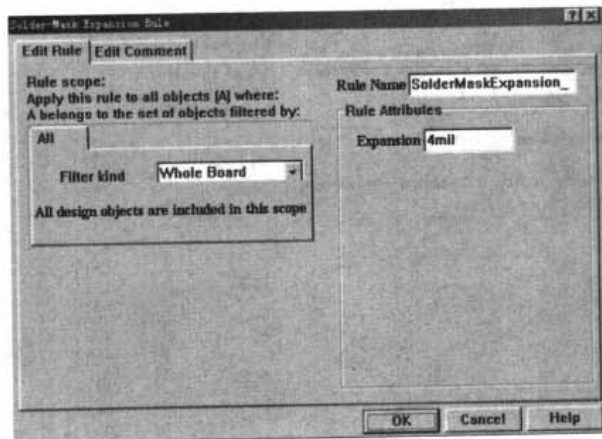

图 10-108 Solder-Mask Expansion Rule (阻焊层延伸度) 设置对话框
- **Solder Mask Expansion:** 阻焊层延伸度。用于设置阻焊层上预留的焊盘和实际焊盘的径向差值。Solder-Mask Expansion Rule (阻焊层延伸度) 设置对话框如图 10-108 所示。